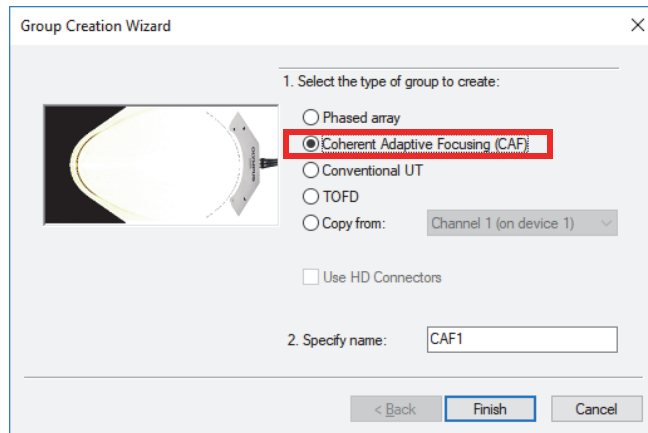

Figure 4-12 Boîte de dialogue Assistant de création de groupe CAF
2. Dans la boîte de dialogue **Assistant de création de groupe**, sélectionnez **Coherent Adaptive Focusing (CAF)** (Figure 4-12 à la page 115) à la place de **Phased Array**.